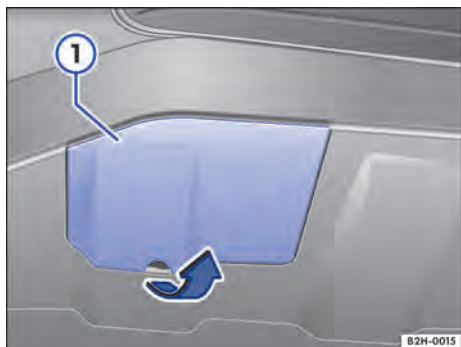

Fig. 183 No para-choque dianteiro à direita: cobertura.
O alojamento da argola de reboque rosqueável se encontra na parte dianteira direita do para-choque sob uma cobertura ⇒ **Fig. 183** .
- Introduzir o lado plano da chave de fenda no rebaixo da cobertura e alavancar a cobertura para fora na direção da seta ⇒ **Fig. 183**.